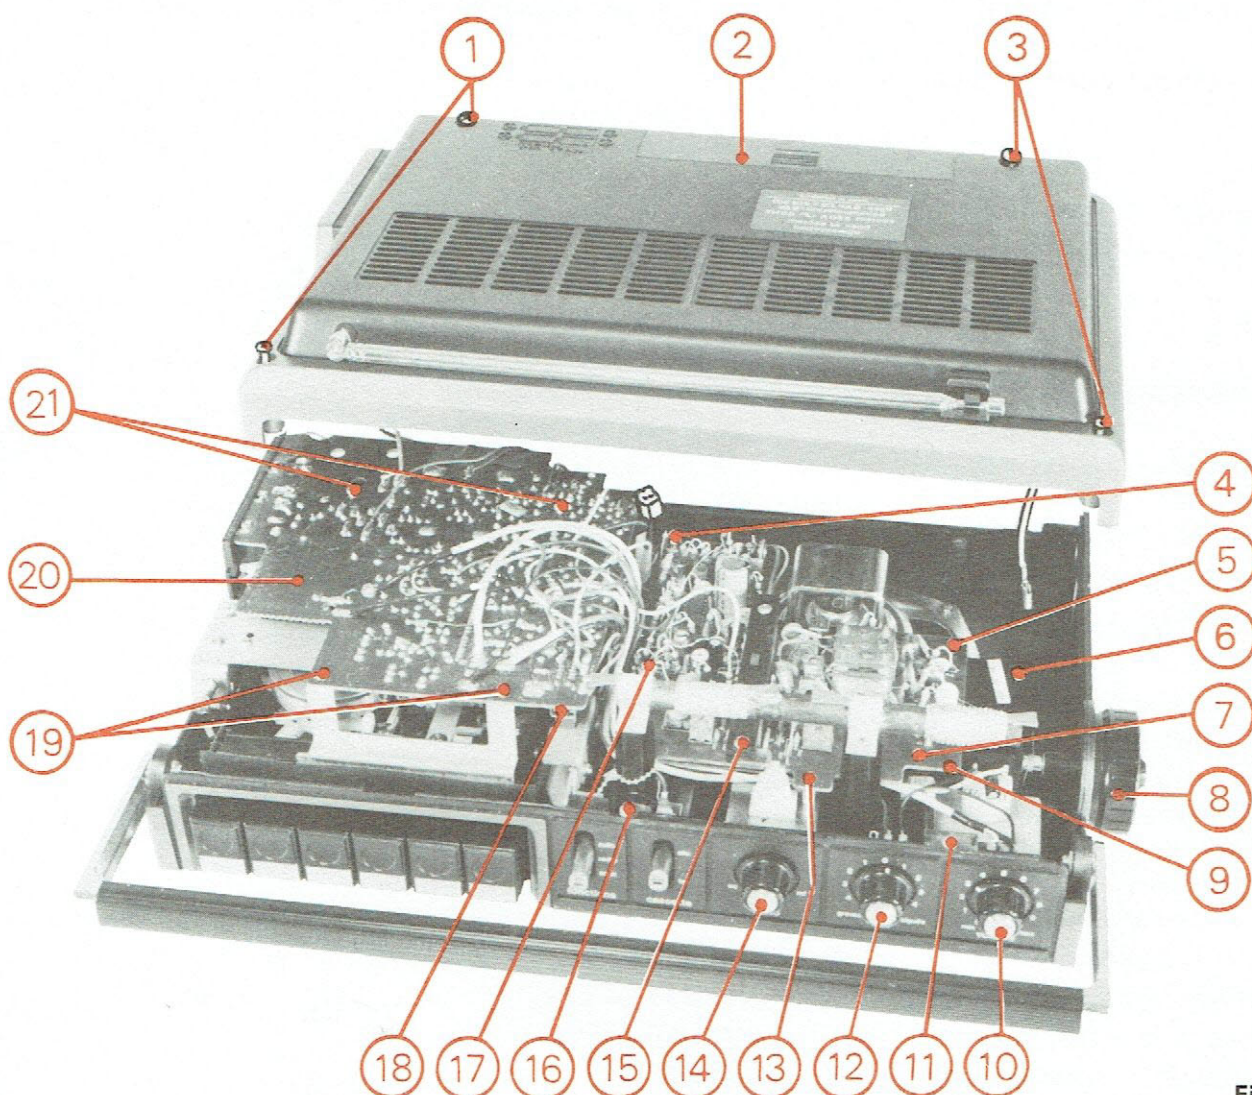

Fig. 1
A – ACCES AUX CIRCUITS IMPRIMES (Fig. 1)
B – DEPOSE DE LA PLATINE AMPLIFICATEUR/ENREGISTREMENT/LECTURE (Fig. 1)
C – DEPOSE DE LA PLATINE HF/FI (Fig. 1 et 3)
- 2° - Tirer les boutons de commandes (10), (12) et (14) puis le bouton de recherche des stations (8) (Fig. 1).
- 3° - Dévisser et enlever les vis (4), (6), (11) et (16) (Fig. 1).
- 6° - Dévisser et enlever les vis (5), (9), (13) et (17) puis la vis (15) du sélecteur de gammes (Fig. 1).
- 7° - Déposer la platine (9) (Fig. 1).